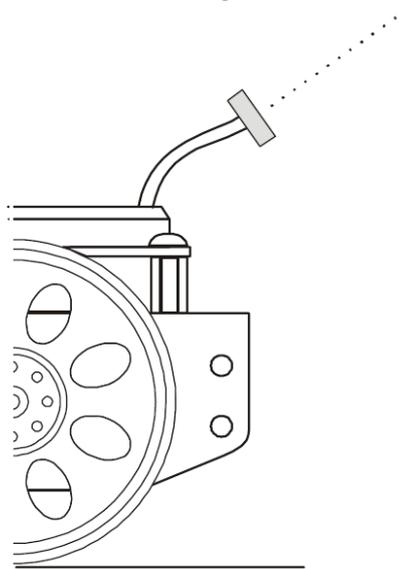

Figura 7-12.- Orientación de las LDR hacia arriba.
- Recoloca las foto resistencias como se muestra en la figura 7-12.